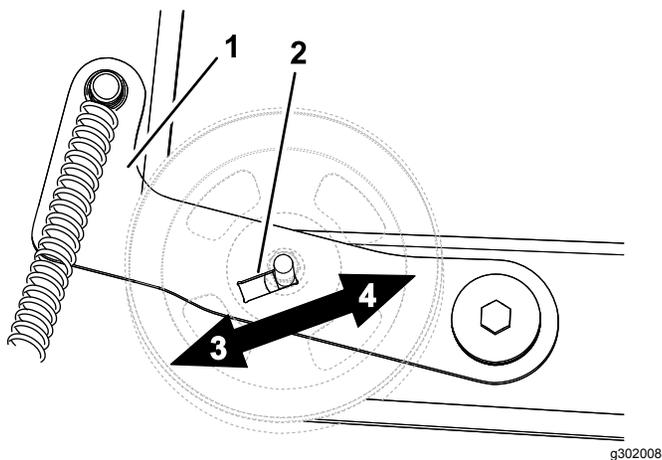

Figura 55
- Ajuste la polea en la ranura cuanto sea necesario (Figura 55).